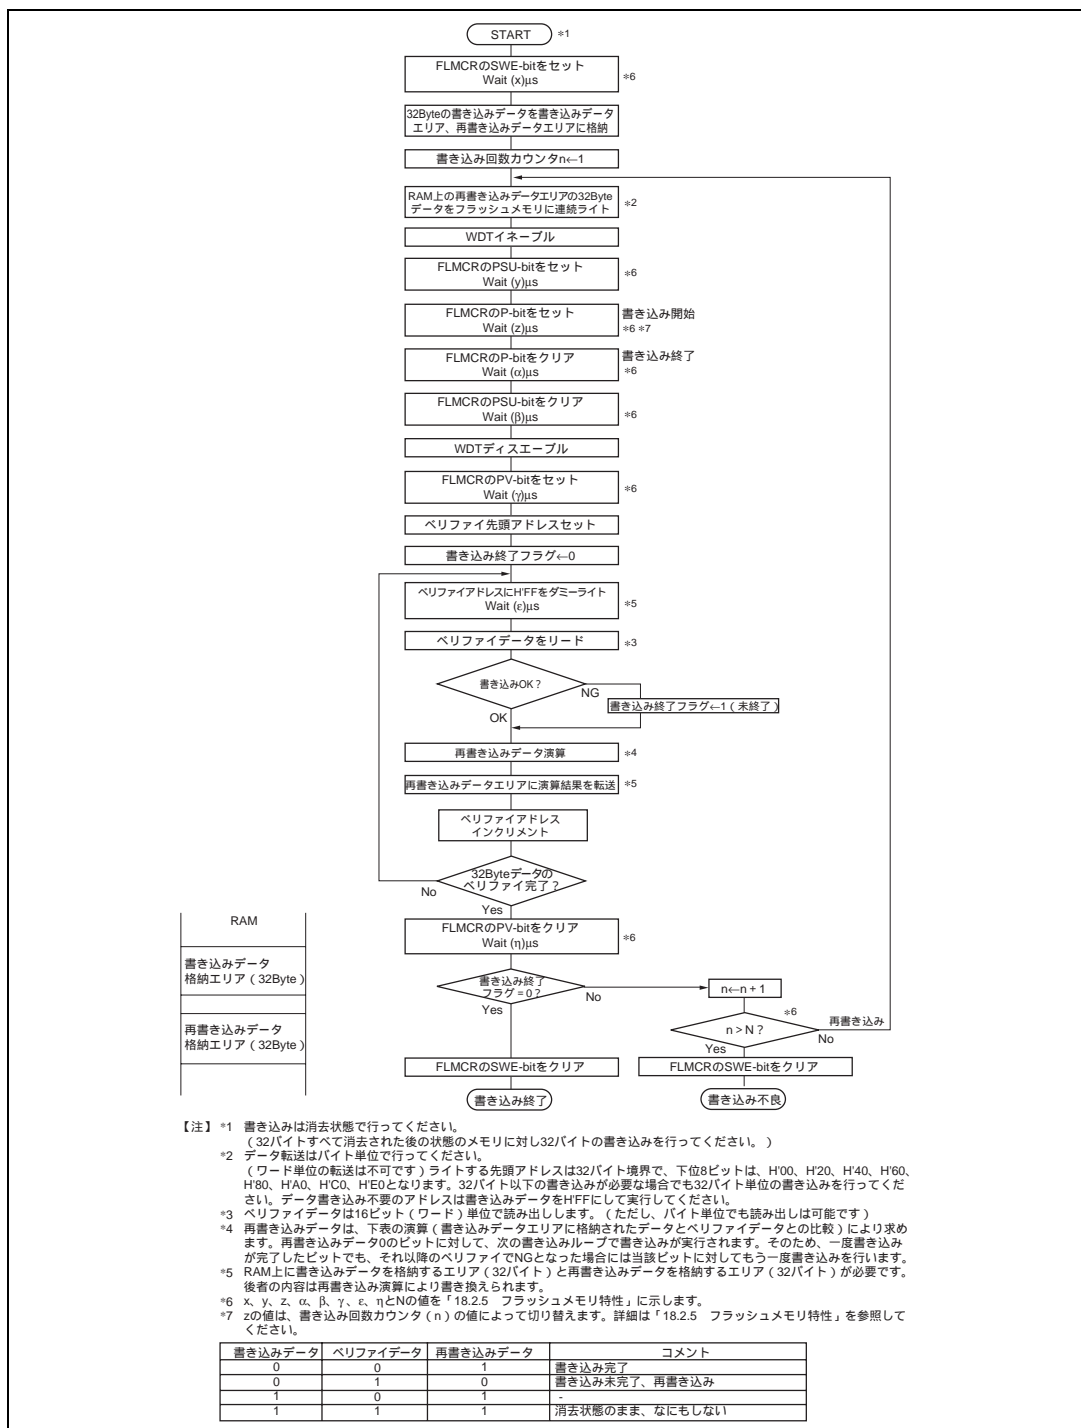

図 15.11 プログラム/プログラムペリファイフロー (32バイト書き込み)
フラッシュメモリへのデータ/プログラムの書き込みは、図 15.11 に示すプログラム/プログラムベリファイフローチャートに従って行ってください。このフローチャートに沿って書き込み動作を行えば、デバイスへの電圧ストレスやプログラムデータの信頼性を損なうことなく、フラッシュメモリへデータ/プログラムの書き込みを行うことができます。また、1 回の書き込みは、32 バイト単位で行ってください。
一定の書き込み時間経過後、FLMCR の P ビットをクリアします。その後 (α) μ s 以上の時間が経過してから、PSU ビットをクリアすることでプログラムモードを解除します。プログラムモード解除後は、ウォッチドッグタイマの設定も解除します。その後 FLMCR の PV ビットをセットすることで、動作モードはプログラムベリファイモードへ遷移します。プログラムベリファイモードでは、リードする前にリードするアドレスにデータ H'FF をダミーライトしてください。ダミーライトは (γ) μ s 以上の時間が経過してから行ってください。この状態でフラッシュメモリをリード (ベリファイデータは 16 ビットで読み出す) するとラッチしたアドレスのデータが読み出されます。このリード動作は、ダミーライト後、(ε) μ s 以上おいてから行ってください。次に、書き込んだ元データとベリファイデータを比較し、再書き込みデータを演算 (図 15.11 参照) し、RAM に転送します。32 バイト分のデータのベリファイが完了後、プログラムベリファイモードを解除し、(η) μ s 以上の待機時間を置いて、32 バイトの書き込みが終了したかどうかの判定を行います。再度書き込みが必要な場合は、再度プログラムモードに設定し、同様にプログラム/プログラムベリファイシーケンスを繰り返してください。ただし、同一ビットに対するプログラム/プログラムベリファイシーケンスの繰り返しは、(N) 回を超えないようにしてください。